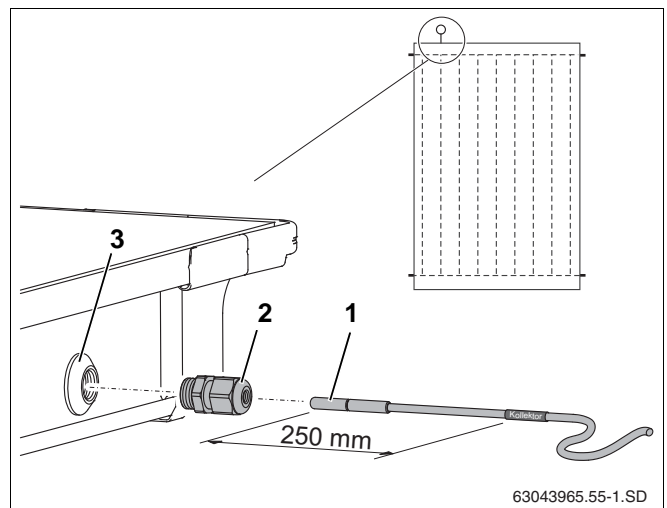

Fig. 51 Solfangerføleren skubbes ind i solfangeren
For at solvarmeanlægget kan fungere perfekt er det nødvendigt, at solfangerføleren (fig. 51, **pos. 1**) skubbes ind i følerens lederør indtil anslag (svarende til ca. 250 mm).
- ▶ Gennembryd tætningslaget til gennemføringen med solfangerføleren eller en skruetrækker (fig. 51, **pos. 3**).
- ▶ Skru klemforskrningen (fig. 51, **pos. 2**) ind i følerens gennemføring.
- ▶ Stram klemforskrningen (fig. 51, **pos. 2**), og hold evt. imod.
Hvis du har gennembrudt følergennemføringen (fig. 51, **pos. 3**) for en forkert solfanger, skal den tætnes med proppen fra tilslutningssættet. Ved hjælp af kabelforskrningen (fig. 51, **pos. 2**) skal du dog først fjerne møtrikken, som befinder sig i følergennemføringen.